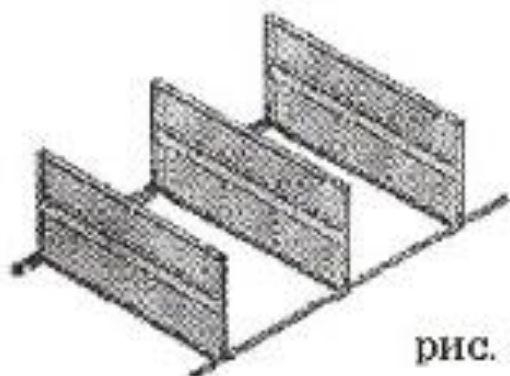

рис. 4
4. Две стойки укладываются горизонтально, и к ним в местах установки уголков усиления крепятся нижняя и верхняя полки (рис.4).